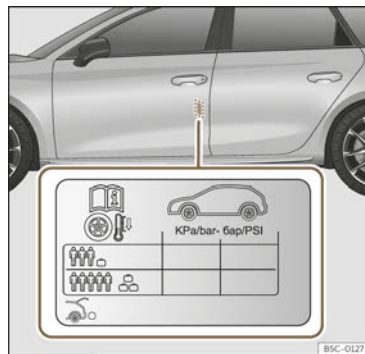

Abb. 254 Einbauart des Aufklebers für den Reifenfülldruck.
- Passen Sie bei größerer Zuladung den Reifendruck entsprechend an >>> (Abb. 254).
Die Angaben zum Reifenfülldruck befinden sich auf dem Aufkleber an der Fahrertürsäule >>> (Abb. 254).
Der Reifendruck muss der aktuellen Fahrzeugbelastung angepasst werden. Wenn das Fahrzeug voll beladen werden soll, muss der Reifenfülldruck entsprechend dem auf dem Reifenfülldruck-Aufkleber angegebenen maximalen Wert erhöht werden >>> (Abb. 254).
Füllen Sie bei einem minimierten Notrad (125/70 R16 oder 125/70 R18) auf einen Druck von 4,2 bar, gemäß Angabe auf dem Aufkleber mit den Reifendruckwerten >>> (Abb. 254).
- Der Fahrer ist verantwortlich für den richtigen Reifenfülldruck an allen Reifen am Fahrzeug. Der empfohlene Reifenfülldruck befindet sich auf einem Aufkleber >>> (Abb. 254).
- Immer den richtigen Reifenfülldruck am kalten Reifen einhalten, wie auf dem Aufkleber angegeben >>> (Abb. 254).